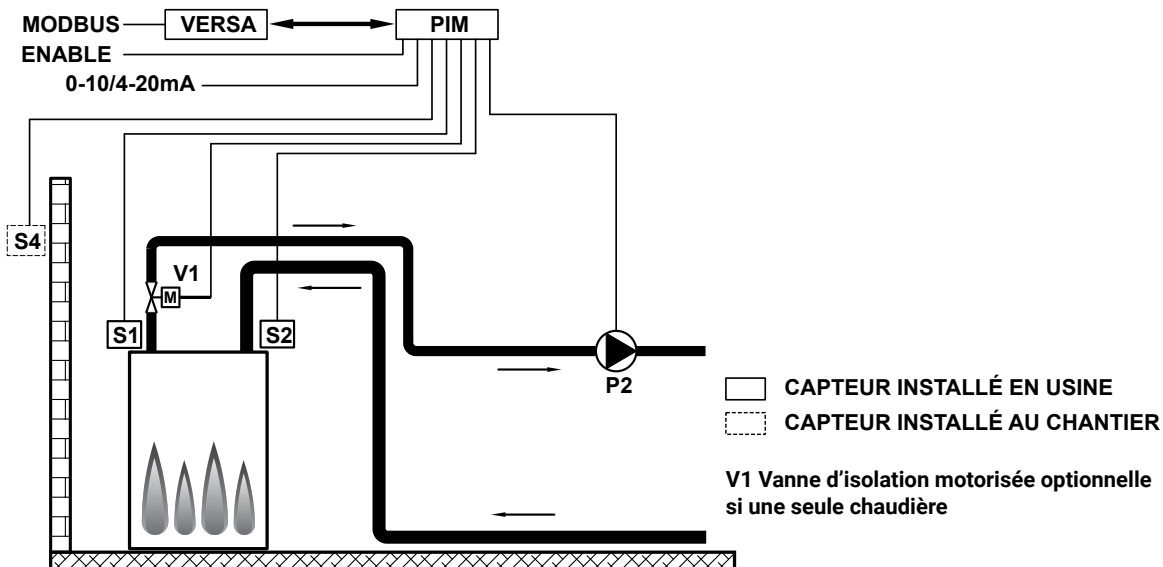
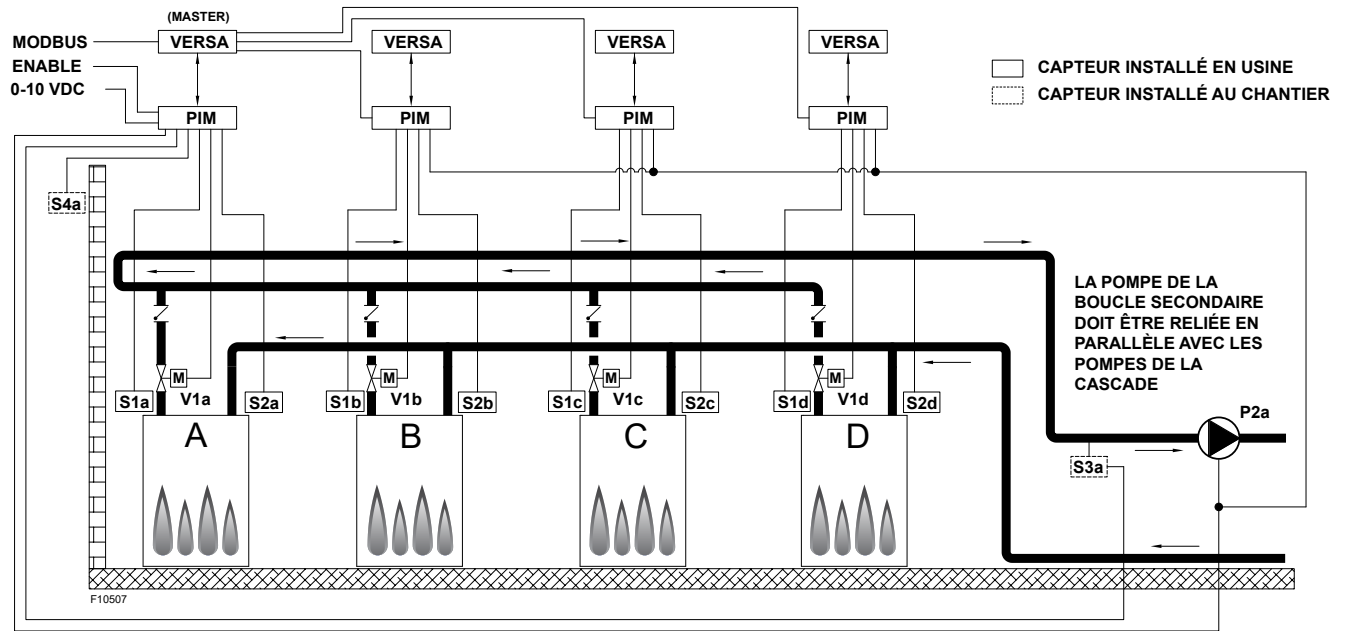

Figure 26. Mode 1 - Chaudière unique avec boucle primaire
Figure 27. Mode 1 - Chaudières en cascade avec boucles primaire
Ce mode est pour les systèmes hydroniques à une ou plusieurs chaudières avec boucle primaire avec ou sans sonde de compensation extérieure (S4). Voir **Figure 26** et **Figure 27** (présente 4 chaudières à titre illustratif seulement).
**⚠ AVERTISSEMENT:** dans la rare éventualité où toutes les tomberaient en panne en raison d'une coupure de communication ou d'un autre problème majeur, le système fermera de toutes les vannes d'isolation de la cascade, en contravention au paramètre d'ouverture minimale de la vanne d'isolation. Pour éviter le fonctionnement à sec de la pompe secondaire, il est fortement recommandé de configurer le système selon l'une des trois méthodes illustrées aux figures 27, 28 et 29.